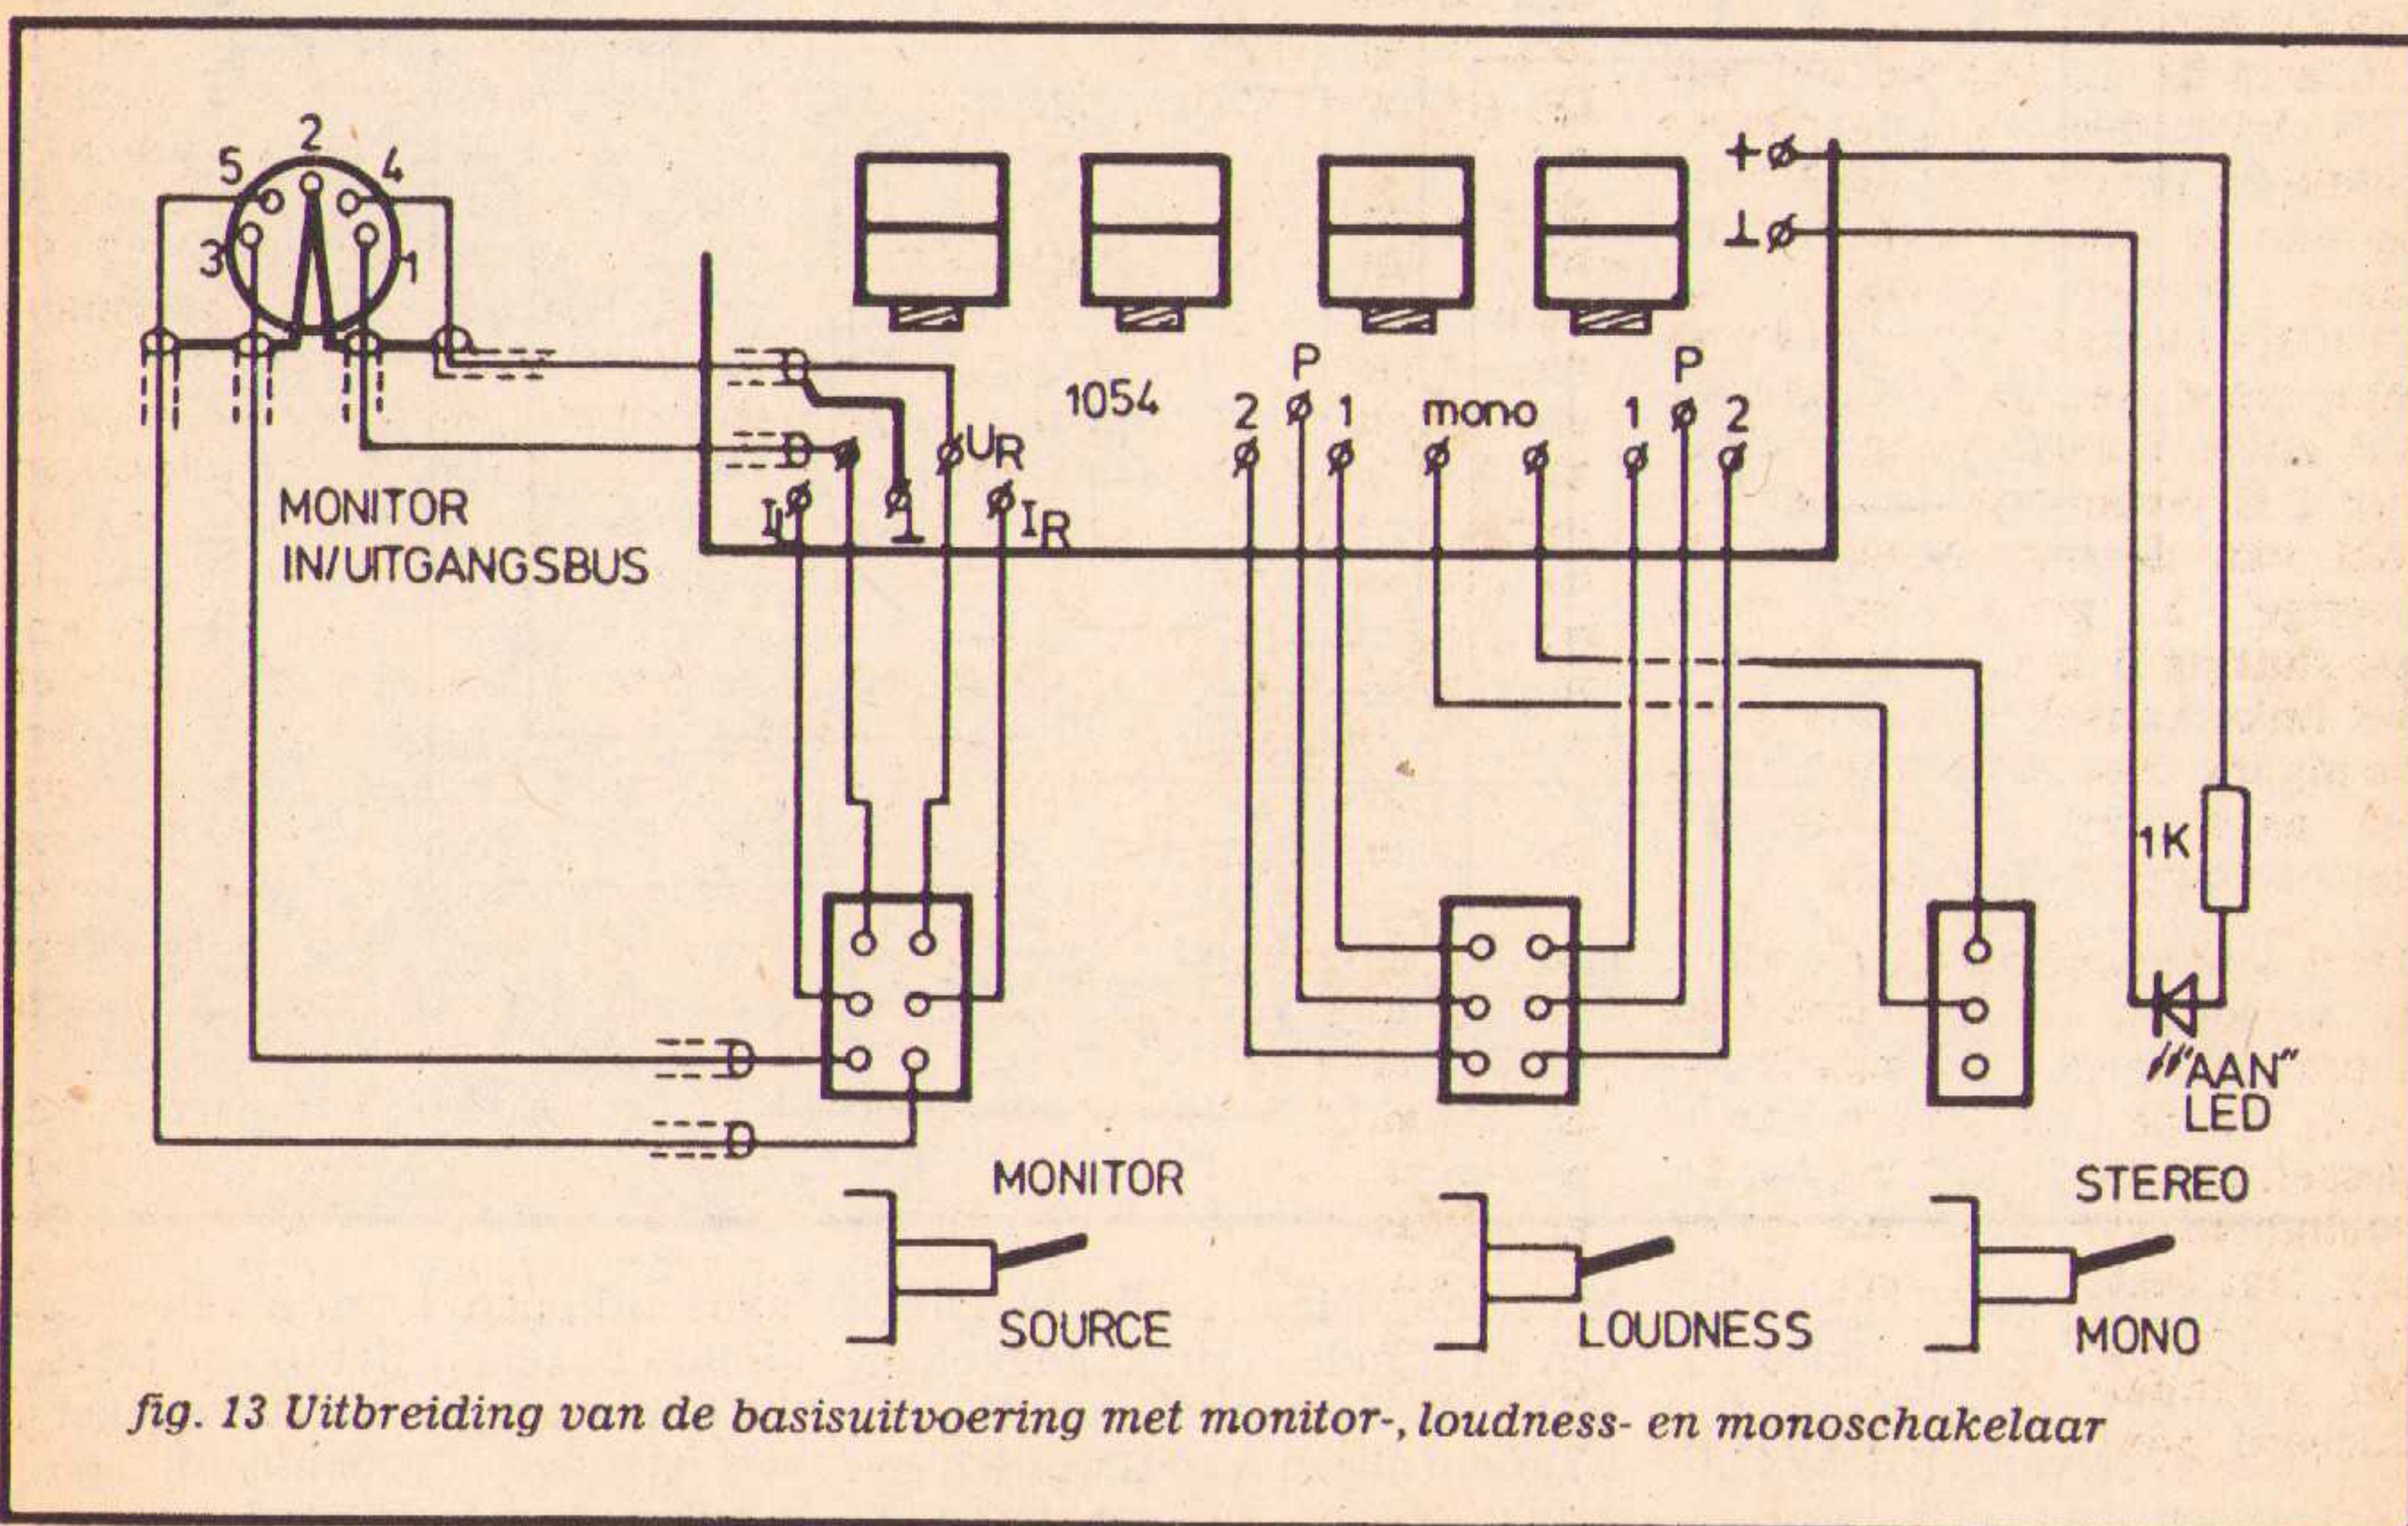

fig. 13 Uitbreiding van de basisuitvoering met monitor-, loudness- en monoschakelaar
We zullen nu 3 schakelaars toevoegen, zie fig. 13. Voer veranderingen en experimenten met de versterker alleen uit nadat de netstekker uit het stopcontact is verwijderd! De monoschakelaar is een enkelvoudig type, de monitor- en loudnessschakelaar zijn beiden dubbel-polig omschakelaars. Getekend is de soldeerzijde van de schakelaars. Verwijder eerst de 4 draadverbindingen tussen de printpen IL/UL, IR/UR en P/2. Voor het merendeel kan gewoon montagedraad worden gebruikt zonder afscherming, op voorwaarde dat de bedrading kort gehouden wordt.
aansluitingen 3 (L) en 5 (R) van de monitorbus, eveneens een 5-polig DIN-chassisdeel. De aansluitingen 1 (L) en 4 (R) van deze bus worden verbonden met de uitgangsprintpen UL resp. UR op de stuurversterker. De afschermingen worden precies zo verbonden als in fig. 13 is getekend.